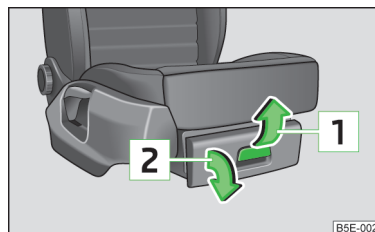

Fig. 73
- Tirar de la manija en el sentido de la flecha **1** » fig. 73. El compartimento se abre en el sentido de la flecha **2**.